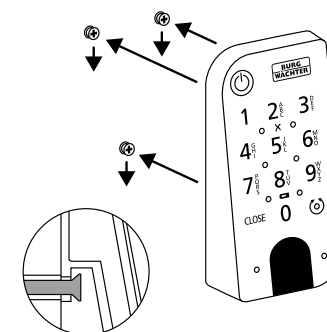

Fig. 4
- 4 Placez le clavier sur les têtes de vis comme représenté dans l'illustration (Fig. 4).